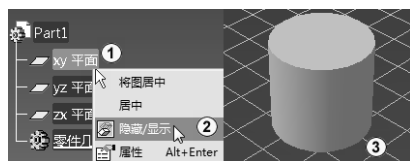

图 1-19 隐藏平面
在特征树中单击“xy 平面”后再右击，系统弹出快捷菜单，选择“隐藏/显示”命令，如图 1-19 中①②所示，即可在工作区中隐藏“xy 平面”。同样地分别选择“yz 平面”和“zx 平面”，将其隐藏，结果如图 1-19 中③所示。再次重复上述过程，可以将隐藏的平面显示出来。